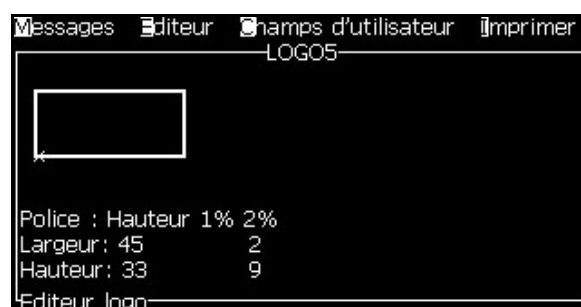

Figure 5-50: Rogner Logo
- 1 Appuyez sur la touche *Entrée* et un cadre apparaît montrant les frontières actuelles du graphique (Figure 5-50).